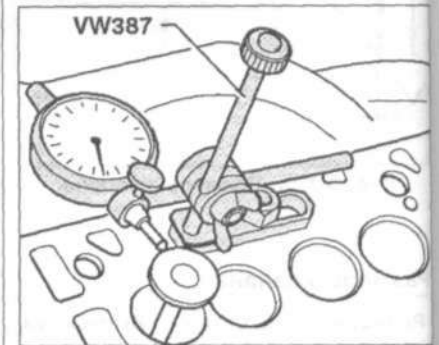

Рис. 3.17. Проверка направляющей втулки клапана.
2. Определите зазор между втулкой и клапаном (рис. 3.17).